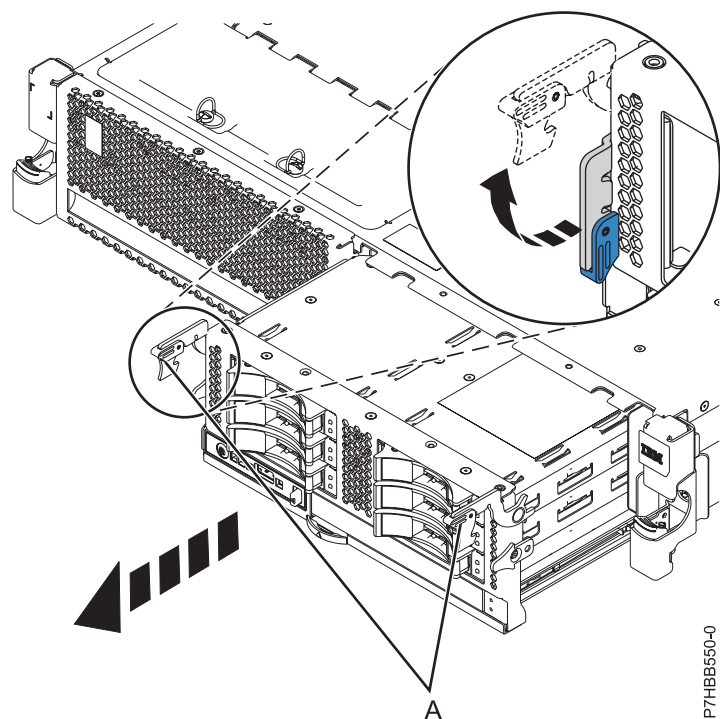
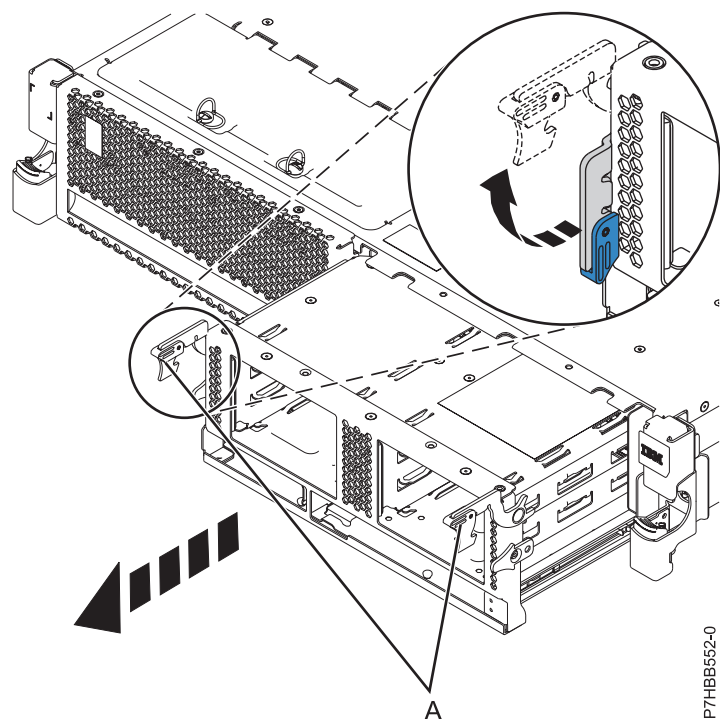

Figura 6. Removendo o Painel Traseiro Ocupado com Unidades de Disco
Figura 7. Removendo o Painel Traseiro que não é Ocupado com Unidades de Disco
13. Destrave o painel traseiro da unidade de disco, abrindo as alças (A) a partir do centro do painel traseiro conforme mostrado na Figura 6 e Figura 7.